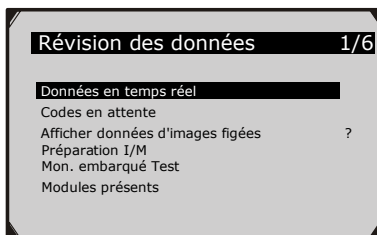

Figure 4.1
- 2) Du menu **Révision des données** utilisez le bouton de défilement **HAUT/BAS** pour sélectionner l'élément de votre choix et appuyez en suite sur la touche **OK**. (Figure 4.1)